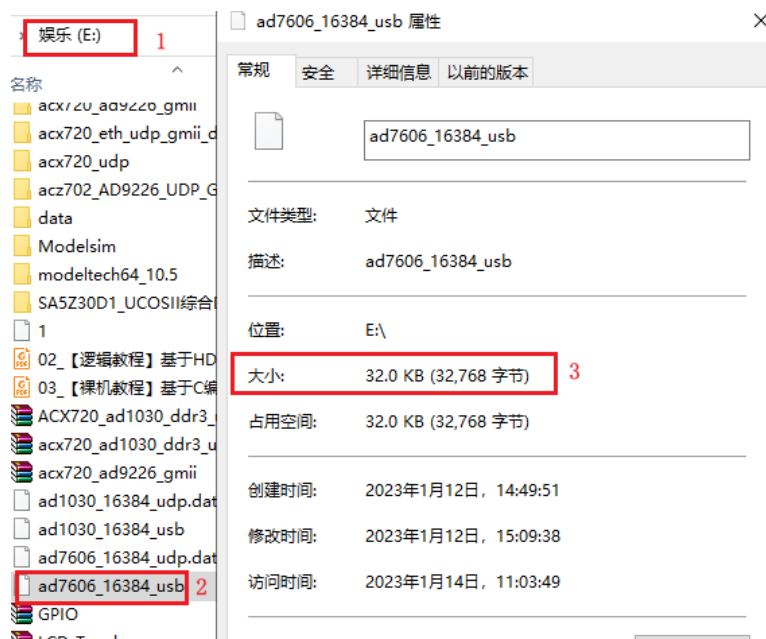

图 1-31 查看接收文件大小
10. 我们根据前面第 8 步设置的文件路径，找到数据文件，然后右击选中属性，查看文件大小，如下图 1-31 所示。从图中可以看出，文件大小为 32768 字节，符合我们之前设置的采样数量的大小。